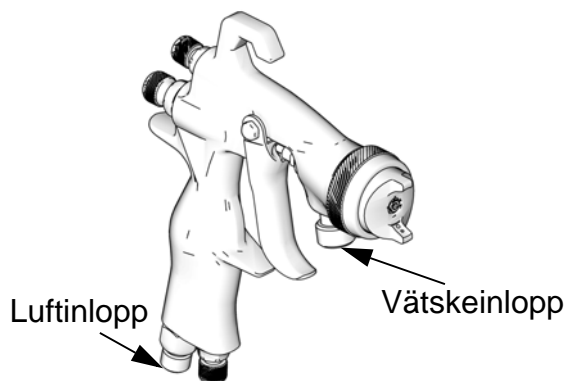

FIG.1
4. Anslut en ren och torr, filtrerad tryckluftstillförsel till luftinloppskopplingen. Se FIG.1.
5. Anslut en vätskeslang till vätskeinloppsutrustningen. Se FIG.1.